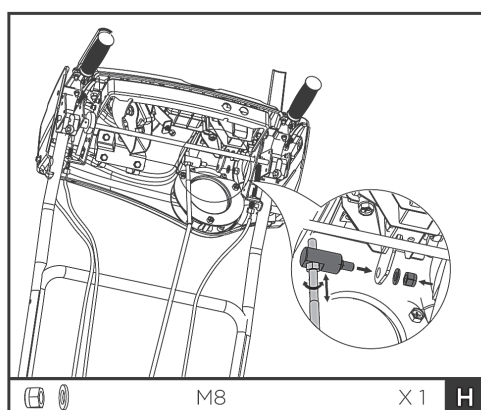

рис. 13
- вставьте верхний конец тяги рычага переключения передач в цапфу, предварительно ослабив гайку, установите цапфу с тягой в отверстие рычага переключения передач, затяните гайку обратно, зафиксируйте шайбой и гайкой (рис.13)